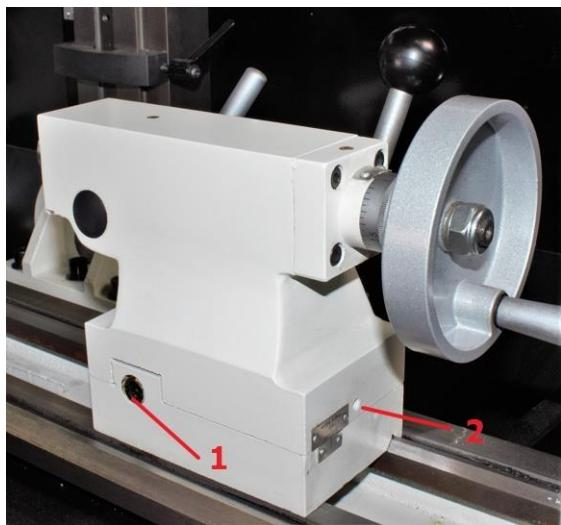

Рис. 14. Настройка смещения задней бабки: 1- настроечные винты, расположены симметрично друг к другу, 2 - зажимной винт
Ослабьте зажим задней бабки, ручкой(9) рисунок 2(а) и шестигранным ключом на 3 мм отверните зажимной винт (рисунок 14) на несколько витков.
Ослабьте настроечные винты (рисунок14) шестигранным ключом на 6 мм.